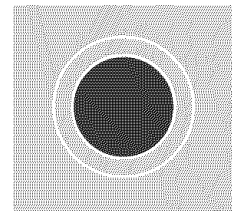
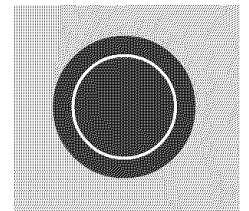

Figura 3
Figura 4
La cubierta está equipada con un elemento superior radiante doble situado en la posición delantera derecha e izquierda (Ver Figura 1). Los símbolos en el panel de control se usan para indicar que serpentín del elemento radiante doble se calentará. El símbolo ● indica que solamente el serpentín interior se calentará (Figura 3). El símbolo ☉ indica que se calentarán tanto el serpentín exterior como el interior (Figura 4). Usted puede cambiar cualquiera de estos dos ajustes en cualquier momento mientras esté cocinando.
2. Oprima y gire la perilla de control a la derecha (Ver Figura 3) para un utensilio de cocina más pequeño o a la izquierda (Ver Figura 4) para un utensilio más grande.